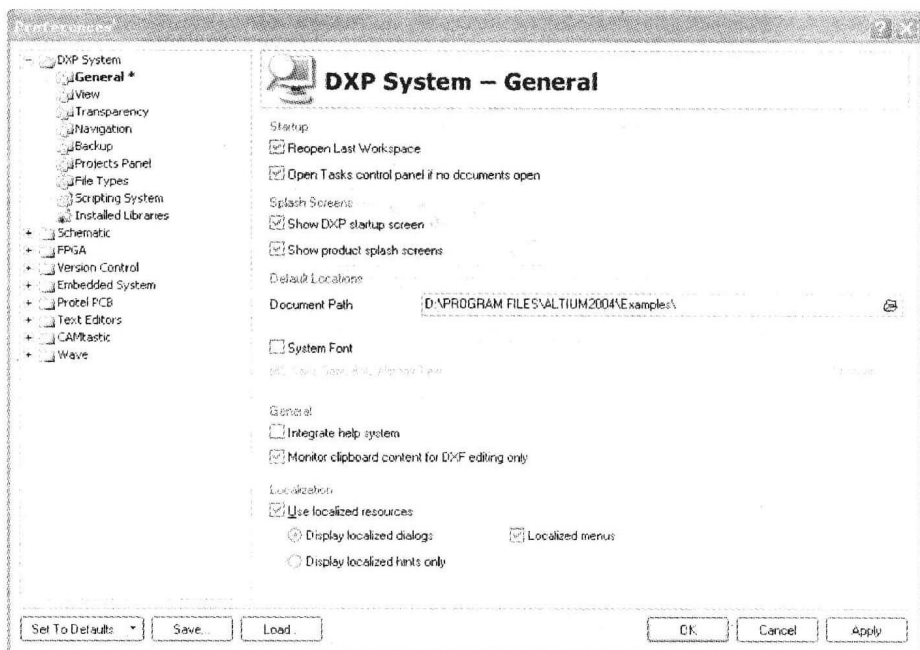

图 1-8 “Preferences”对话框
1) 在图 1-7 所示的 Protel DXP 2004 主窗口中执行菜单命令 **DXP (X) / Preferences...**，出现如图 1-8 所示的“Preferences”对话框。在该对话框中选中“Localization”选项组中的“Use localized resources”选项。